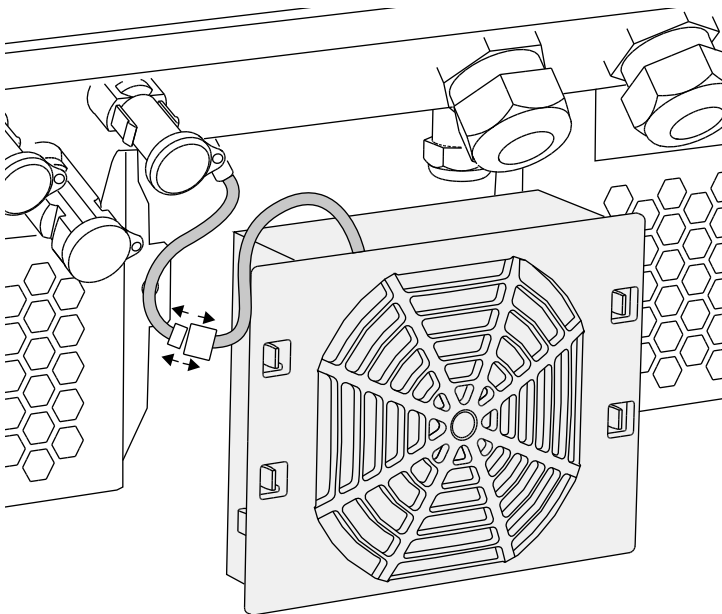

Fig. 62: Staccare il cavo della ventola
4. Estrarre completamente il gruppo ventola dall'involucro inverter. A tale scopo staccare il connettore del cavo della ventola.  **Fig. 62**